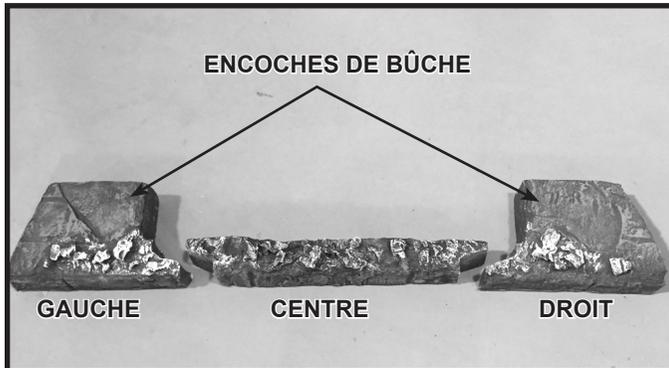

Figure 11.1 Composants de l'âtre
Les composants de l'âtre de gauche, du centre et de droite sont emballés dans une boîte distincte, expédiée à l'intérieur de la boîte à feu. Les trois composants de l'âtre sont montrés à la figure 11.1.
3. Disposez le composant de l'âtre de droite, comme il est indiqué à la figure 11.1. Installez le composant de l'âtre de droite en pointant son bout de gauche à un léger angle, comme il est indiqué à la figure 11.4. Lorsque l'extrémité droite de la pièce centrale et le bout du composant de l'âtre de droite s'engagent, placez-les doucement en position. Poussez vers le bas sur l'encoche du composant de l'âtre de droite pour engager les bouts de vis du bas de la boîte à feu.